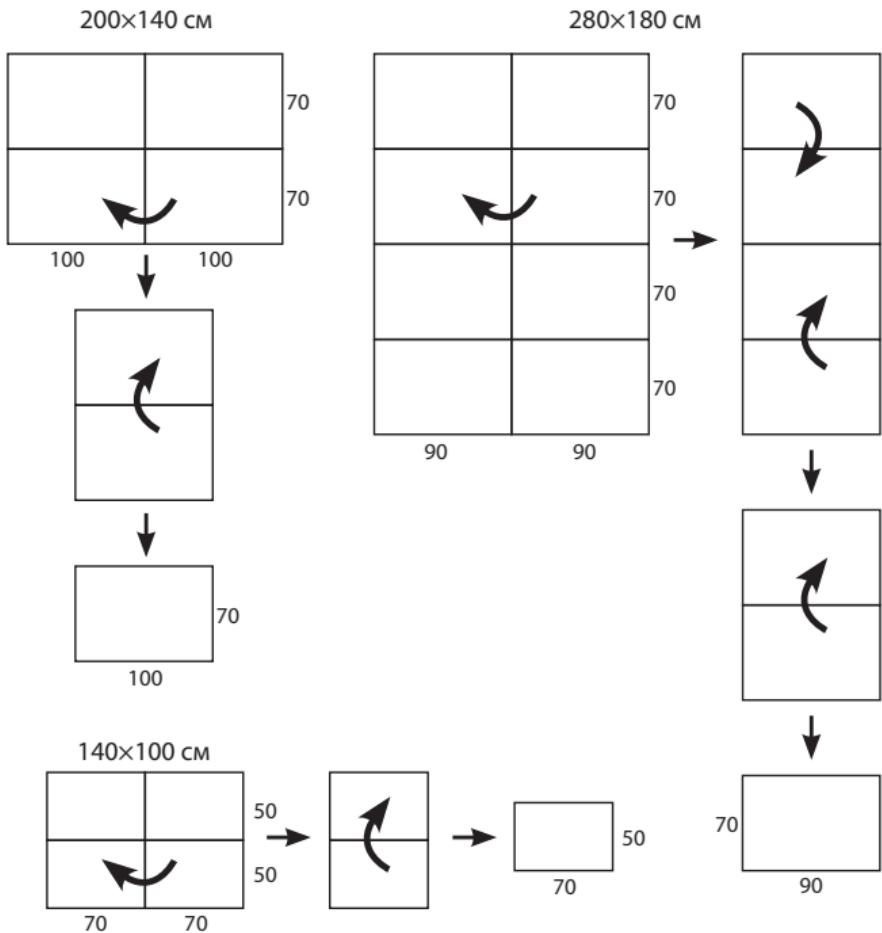

Рис. 2. Последовательность складывания нагревателей
5. Перед тем, как убрать нагреватель для длительного хранения, удалите загрязнения с помощью бытового пылесоса для «сухой» уборки. Затем правильно сверните нагреватель строго в той последовательности, которая указана на Рис. 2 и уложите в коробку для хранения.